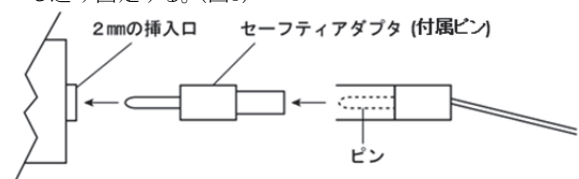

図 3
- (1) ケーブルを直接接続できない場合は、セーフティアダプタ(付属ピン、別売)を使用する。セーフティアダプタ(付属ピン)は、事前に標準的な2 mm (約0.08インチ)の挿入口に差し込み固定する。(図3)